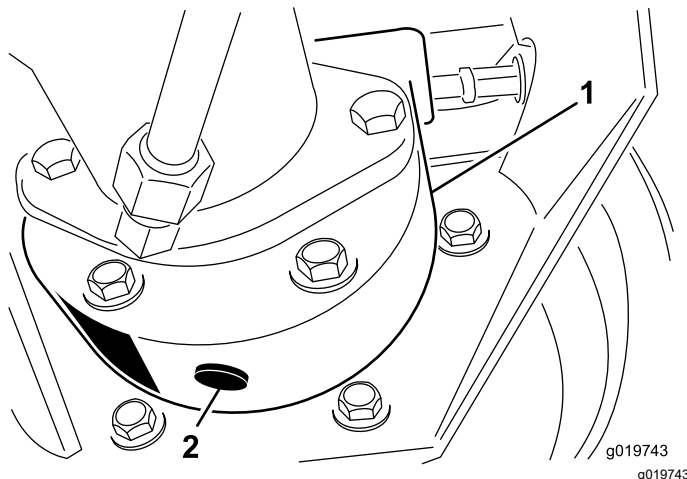

Figura 92
4. Mettete una bacinella sotto la scatola del freno, togliete il tappo di spurgo e lasciate defluire l'olio (Figura 92).